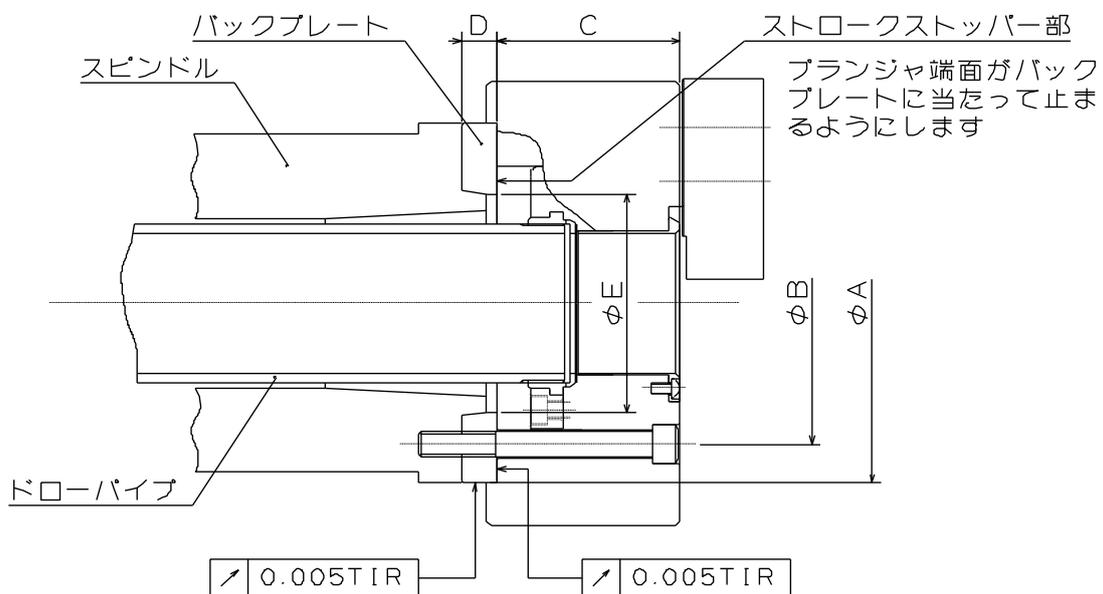

図 17
- 図 17 は JIS ショートテーパ規格の場合である。
- バックプレートはプランジャナットを引いた際に、プランジャナット端面がバックプレートに当たって止まるような寸法(図 17 の寸法φE)とすること。ストロークが規定よりも大きくなると、チャックの破損や把握不良の原因となる。